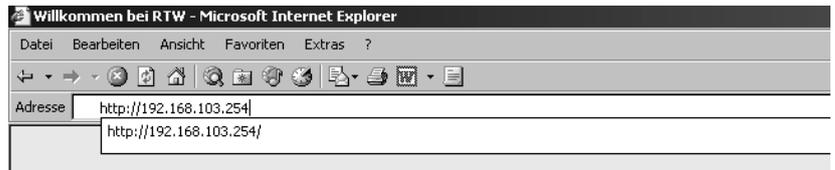

Bild 8-17: IP-Adresseingabe in das Adressfeld des Internet-Browsers
1. Starten Sie Ihren Internet-Browser und geben Sie die IP-Adresse Ihres Gerätes in der Adresszeile ein (z. B.: „http://192.168.103.254“, siehe Bild 8-17). Bestätigen Sie die Eingabe mit der „Enter“-Taste Ihrer PC-Tastatur.